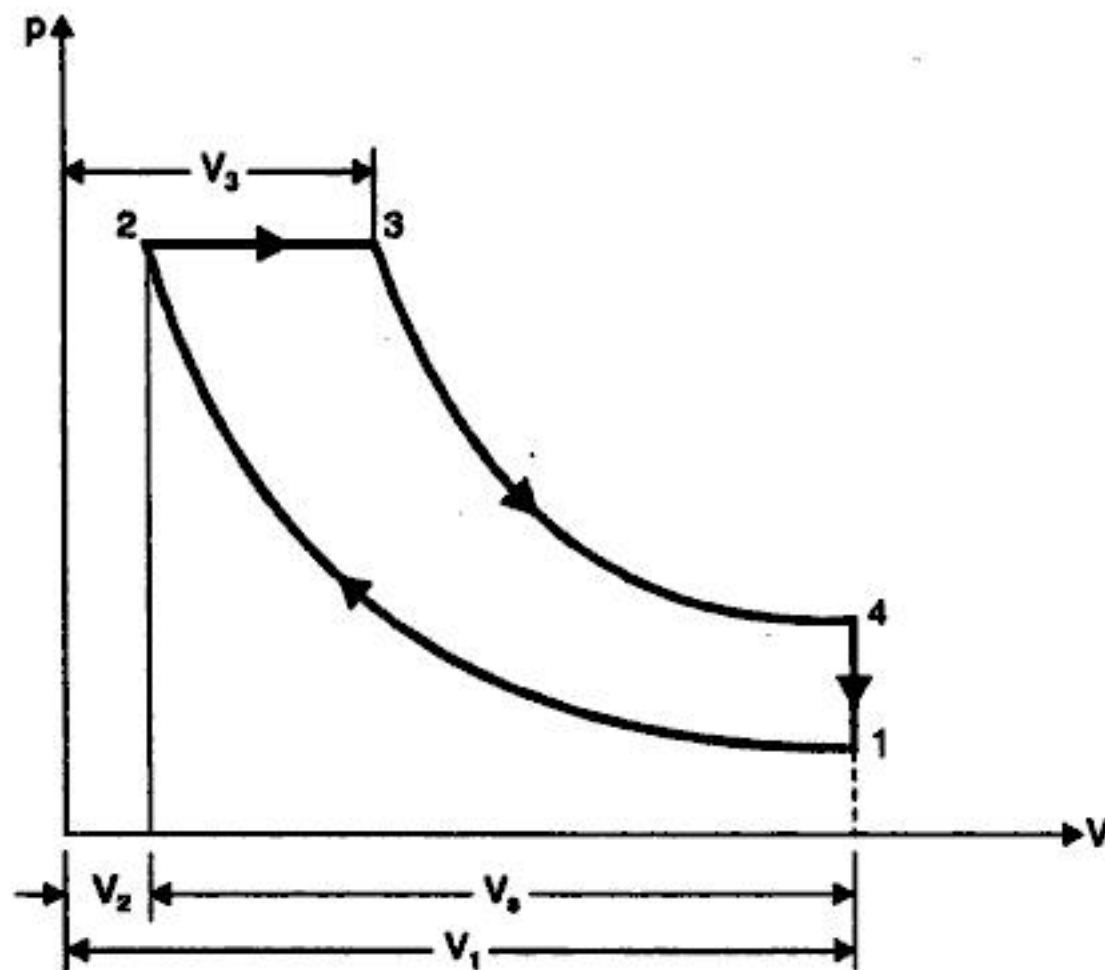

Fig. 3.16
**Solution.** Refer Fig. 3.16.